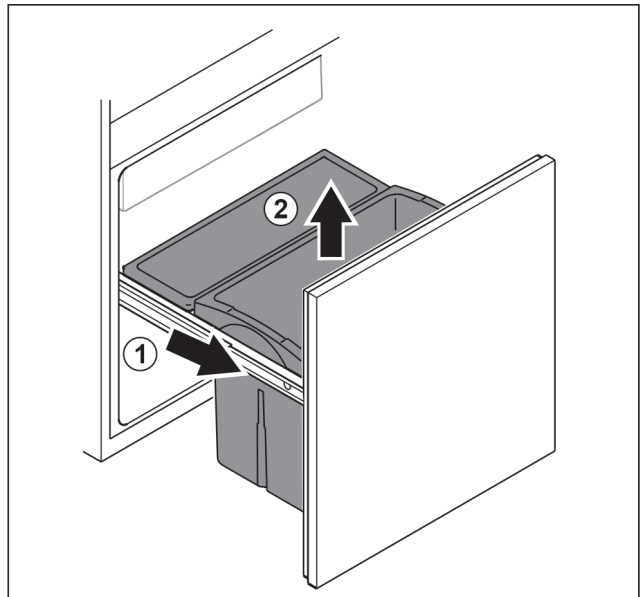

Fig. 101
- ▶ Вытяните выдвижную тележку до упора. Fig. 101 (1)
- ▶ Извлеките выдвижной ящик движением вверх. Fig. 101 (2)